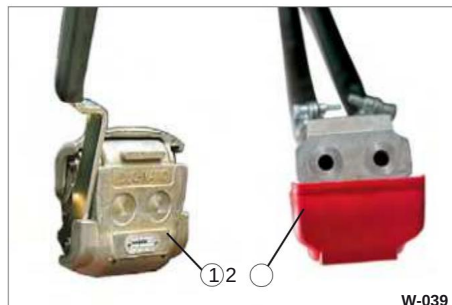

Fig. 39 Testa di accoppiamento smontata
- ÿ Pulire le superfici di tenuta della testa di accoppiamento (Fig. 39/2) e la presa di accoppiamento (Fig. 39/1) con panni puliti e asciutti.